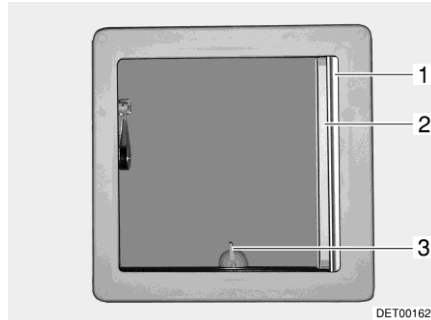
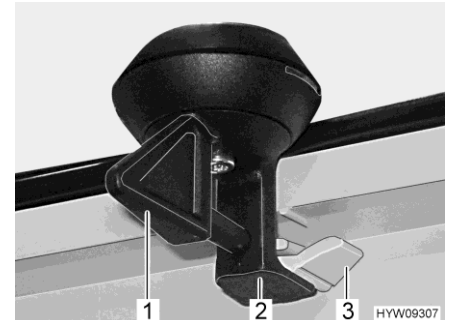

Bild 48 Uppfällbar taklucka
Bild 49 Lås (uppfällbar taklucka)
- Vrid spaken (Bild 48,3 resp. Bild 49,1) ett kvarts varv.
- Vrid spaken ett kvarts varv. Låset (Bild 49,2) måste glida in i den nedre spärren (Bild 49,3).
- Drag ut plisségardinen (Bild 48,1) och släpp den i önskad position. Plisségardinen stannar i denna position.
- Drag ut insektsnätet (Bild 48,2) tills det hakar in i låset på motsatta sidan.